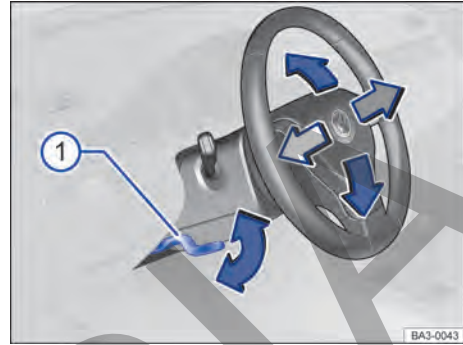

Fig. 59 Debajo y a la izquierda del volante junto con el revestimiento de la columna de dirección; palanca de ajuste de la posición del volante.
- Empujar la palanca hacia abajo sosteniéndola por su empuñadura → fig. 59 ①.